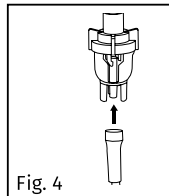

Fig. 4
6. Conectați tubul de aer la camera de nebulizatorului (Fig. 4).